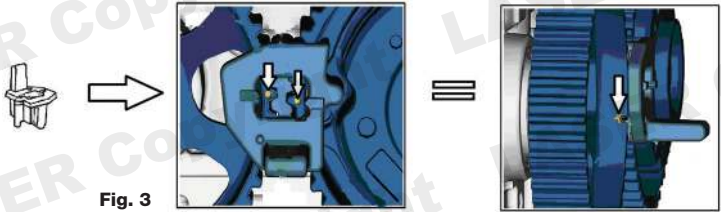

Fig. 3
Se utiliza para bloquear a la vez las dos poleas del árbol de levas en su posición de distribución. Afloje ambas poleas con una herramienta de sujeción de polea adecuada y use (C) para colocar las poleas en la posición correcta como se muestra en la Fig. 3. Asegúrese de que todas las marcas se han alineado correctamente tal y como como se muestra.